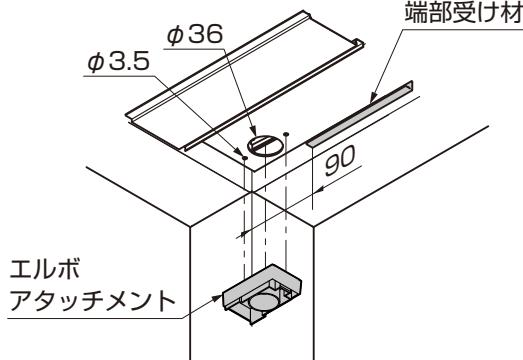

図11-114 A部詳細図
- ①エルボアタッチメントを樋にあて、ケガキ、ドリルで水抜き穴φ36とエルボアタッチメント取付穴φ3.5をあけてください。（図11-114、11-115参照）
- 以降の施工手順はP.65の③から、P.66の④の手順を参考にしてください。
- 端部受け材は縦樋がつく側の端部から90mmの範囲は取付けないでください。（図11-114参照）
- ④エルボアタッチメントにアタッチメントパッキンを貼付けし、ルーフの雨樋に【10-1】で取付けてください。